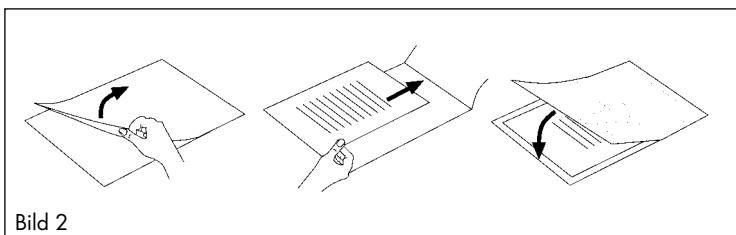

Bild 2
- Var noga med att bara använda en plastficka åt gången när du laminerar. Vik ut den först, så som visas på t ex bild 2.